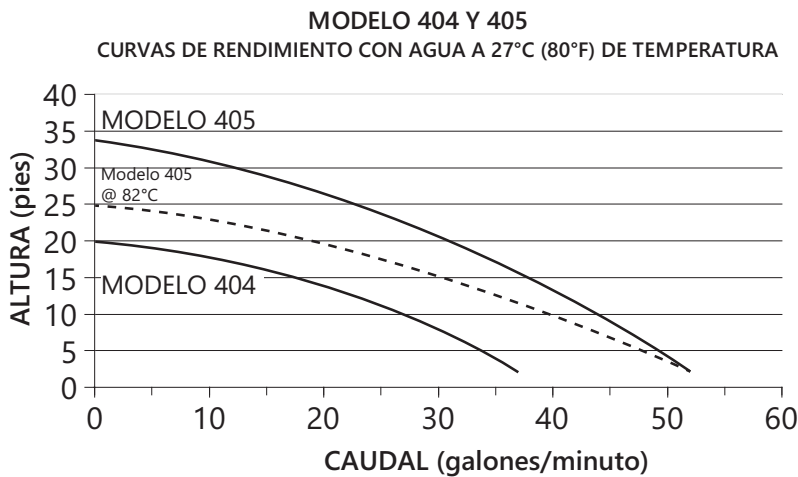

Figura 8. Curvas de rendimiento para 404 y 405
**IMPORTANTE :** No cambie la longitud del amarre. Si necesita reemplazar el interruptor, compruebe que el amarre nuevo tenga la longitud indicada en Figura 8. (La longitud del amarre es la distancia que va desde la abrazadera hasta la parte superior del interruptor de flotador.)
Se alcanzó la altura máxima (vea la Figura 8).	Intente llevar la tubería a un nivel más bajo. Si esto no fuera posible, puede que haga falta instalar otra bomba a la mitad de la altura total.